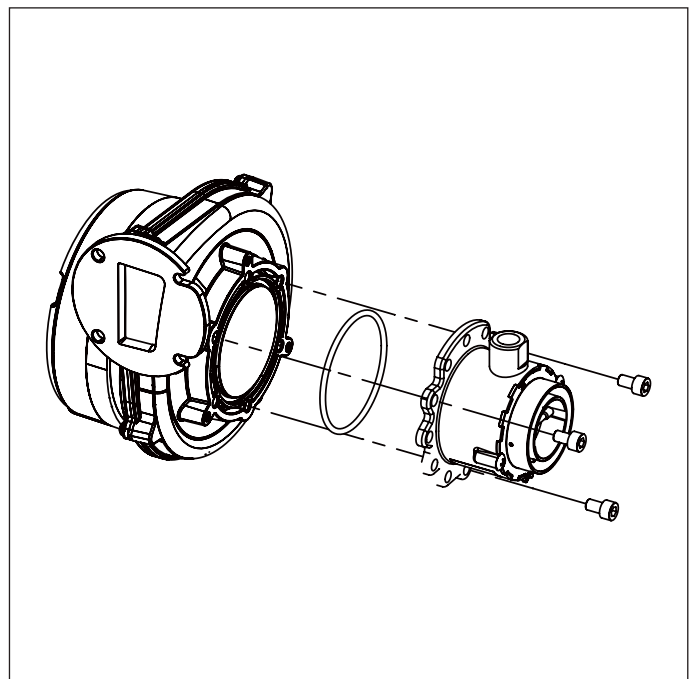

Fig. 42 Mezclador
- Quitar el mezclador desatornillando los tres tornillos Allen (ver Fig. 42 Mezclador).